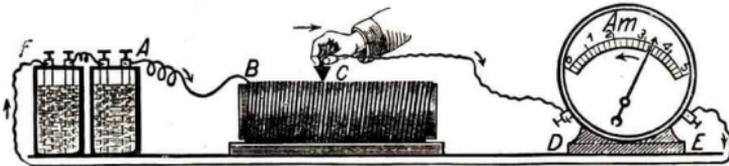
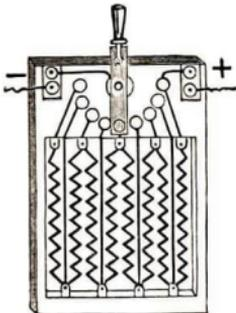

Abb. 366. Walzenrheostat
Abb. 367. Kurbelrheostat
Vorversuch. (Abb. 366.) Man schalte an eine Stromquelle ein Galvanometer und einen Vorschaltwiderstand, der gestattet, kürzere oder längere Drahtstücke in den Stromkreis einzuschalten. Ergebnis:
2. Ein Rheostat (Vorschaltwiderstand) ist eine Vorrichtung, um rasch mehr oder weniger Draht in einen Stromkreis einschalten zu können. Abb. 366 zeigt einen Walzenrheostat, Abb. 367 einen Kurbelrheostat.
Das *Ohmsche* Gesetz von der Stromstärke lautet (Abb. 366):
Je mehr Elemente man nimmt, desto größer wird der Ausschlag des Amperemeters (vgl. Abb. 366). Merke: Die Spannung im Element ist die **Triebkraft** aller elektrischen Bewegung.